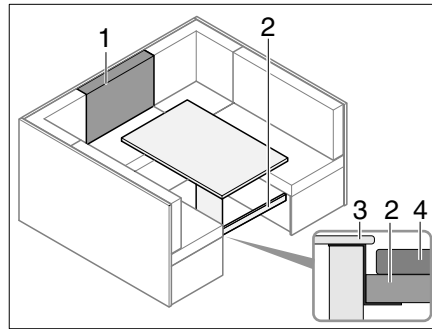

Fig. 194 Prima della trasformazione
- Inserire la traversa (Fig. 194,2) sotto il coperchio della cassapanca (Fig. 194,3).
- Far scorrere la traversa (Fig. 194,2) sotto il tavolo, (Fig. 194,4) per sostenerlo.
- Collocare il cuscino dello schienale (Fig. 194,1) davanti al cuscino aggiuntivo sul tavolo.